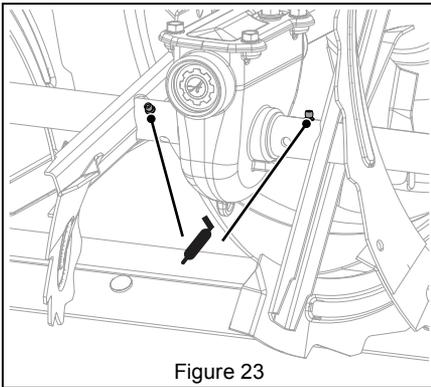

Figure 23
2. Appliquer de la graisse sur les graisseurs. Voir Figure 23.